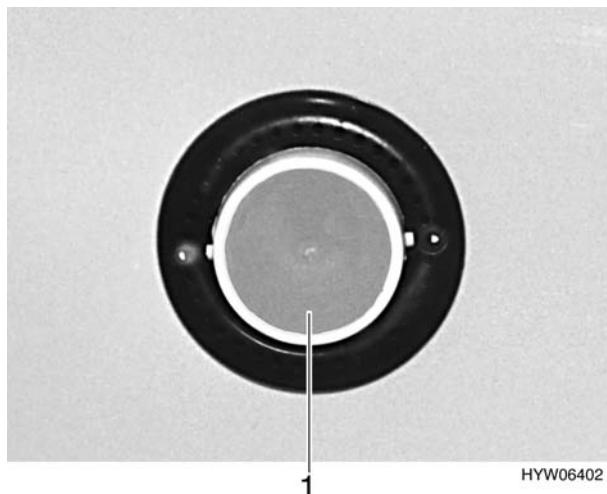

Fig. 104 Illuminazione del vano WC
- Comprimere il vetro della luce (Fig. 104,1) ai due naselli e estrarlo.